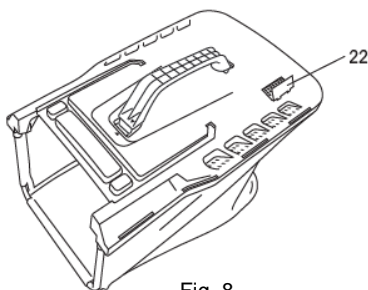
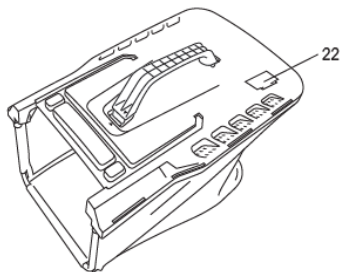

Fig. 8
Fig. 9
Rezervorul de colectare a ierbii (15) este prevăzut cu un indicator de rezervor plin (22). Atunci când indicatorul (22) este deschis, înseamnă că rezervorul încă are volum liber și poate fi utilizat în continuare (Fig. 8), respectiv, atunci când indicatorul (22) este închis, rezervorul (15) este plin și trebuie golit (Fig. 9). .. Nu continuați să lucrați dacă rezervorul (15) este plin, puteți deteriora produsul. Este recomandat să nu așteptați umplerea completă a rezervorului (15).